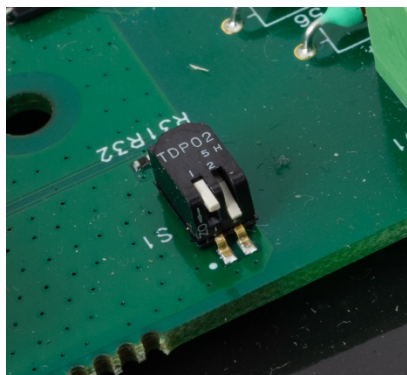

Figura 4-6: Chaves de Metrologia SW1 OFF, SW2 ON
2. Ligue o SW1-2 como mostrado na **Figura 4-6**.